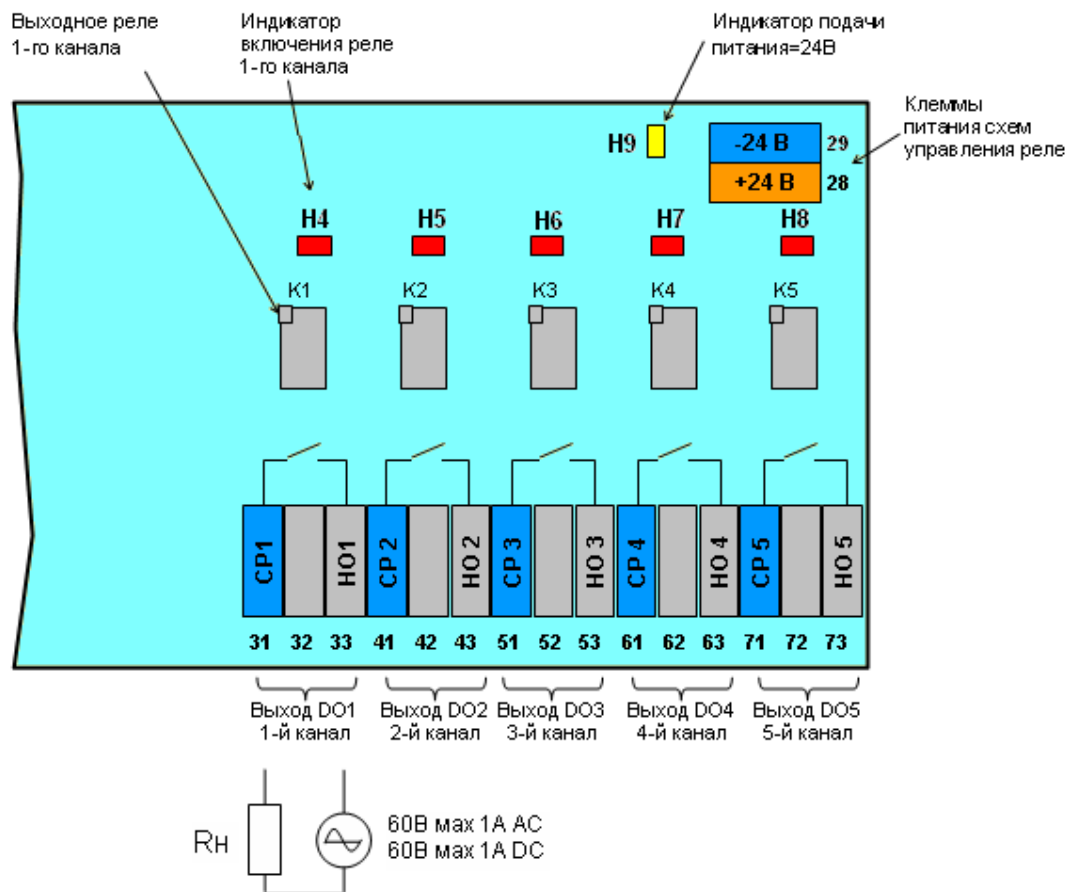

Рисунок 10.8 - Подключение дискретных выходов с помощью клеммно-блочного соединителя KB3-34K-01
10.3.4.2 Подключение дискретных выходов с помощью клеммно-блочного соединителя КБ3-34К-01 представлено на рис. 10.8.